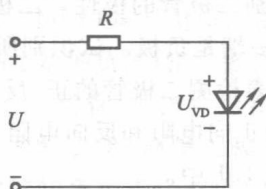

图 1.11 发光二极管测试电路
(2) 按图 1.11 所示电路连接线路,图中的电阻 $R = 1 \text{ k}\Omega$ 。接入电源电压 U ,并使 U 由 0 V 逐渐增大,直至发光二极管开始发光,继续增大输入电压,观察发光二极管发光强度随输入电压增大而变化的情况;将发光二极管反接,观察此时发光二极管的发光情况。